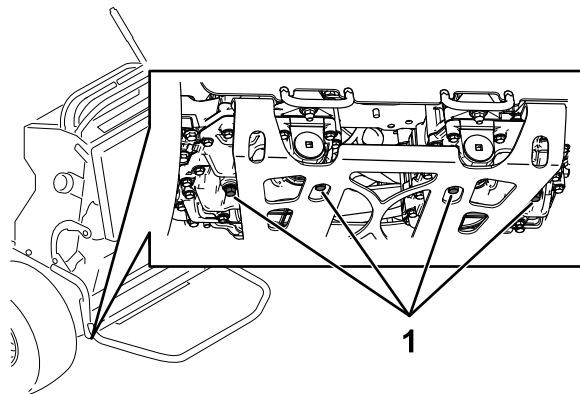

Figure 70
3. Localisez les bouchons de vidange sous la base de la transmission et placez un bac de vidange sous le bouchon (Figure 70).